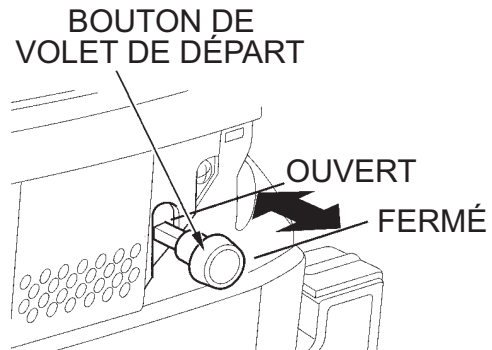

Figure 9. Bouton de volet de départ
2. Pour faire démarrer un moteur froid, tirer sur le bouton du volet de départ (figure 9) pour l'amener à la position **fermée**. Par temps chaud ou lorsque le moteur est chaud, l'appareil peut démarrer avec le volet de départ à moitié ou complètement **ouvert**.